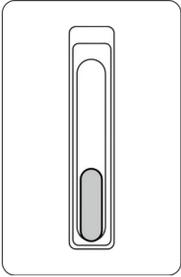

Abbildung 1
1. Die Schranktür ist verriegelt. Siehe Abbildung 1.